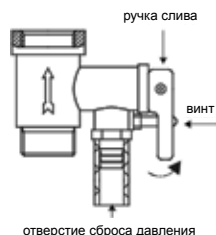

Рис. 8
4. На входной патрубок обозначенный голубым цветом и стрелкой направления течения воды накрутите предохранительный клапан так, чтобы течение воды совпадало с направлением стрелки на корпусе клапана. На отверстие сброса давления предохранительного клапана (см. рис. 8) оденьте дренажную трубку для отвода воды (возможно появление при нагревании) в канализацию.
6. Воду можно слить через обратный предохранительный клапан (открыть сливной винт обратного предохранительного клапана и перевести ручку слива в верхнее положение, при этом кран выхода горячей воды должен быть открыт, а кран подачи холодной воды в водонагреватель должен быть перекрыт) (смотри рис. 8). Никогда не